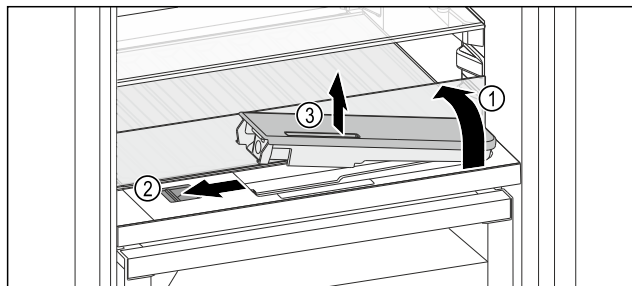

Fig. 165
- ▶ Sollevare il ripiano di vetro e ribaltarlo all'indietro fino all'arresto Fig. 165 (1).
- ▶ Spostare il cursore Fig. 165 (2) a sinistra.
- ▶ Rimuovere il serbatoio dell'acqua Fig. 165 (3).